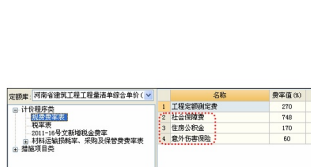

图 3.66 调整费率费率
- (3) 单击文件，选择三报表预览，如需修改，关闭预览，重新调整。如果招标文件对规费有特别要求的，可在规费的费率一栏中进行调整，如图 3.66 所示，本项目没有特别要求，按软件默认设置即可。